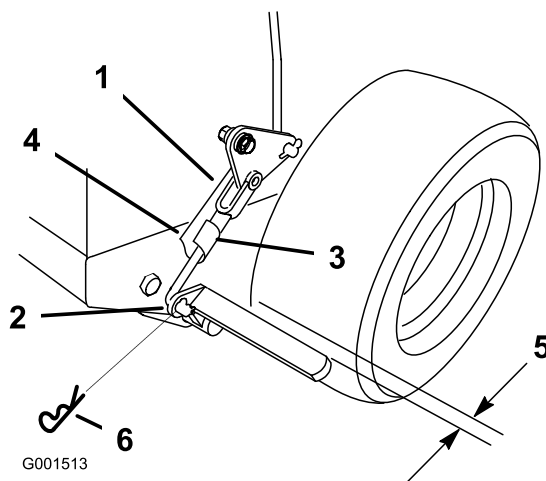

Figure 41
3. Retirez la goupille fendue de la biellette de frein inférieure (Figure 41).
4. Tournez la biellette de frein inférieure dans le sens horaire dans la chape pour serrer le frein de stationnement; tournez la biellette dans le sens antihoraire hors de la chape pour desserrer le frein de stationnement (Figure 41).
5. Fixez la biellette inférieure au levier de frein inférieur avec la goupille fendue et l'axe de chape (Figure 41).